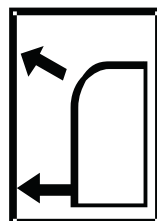

Fig. 22 – Flux d'air double
- Sélectionnez le flux d'air qui correspond le mieux à vos besoins. Lorsque vous réglez la sélection du flux d'air, utilisez l'icône de flux d'air double (consultez la fig. 22).